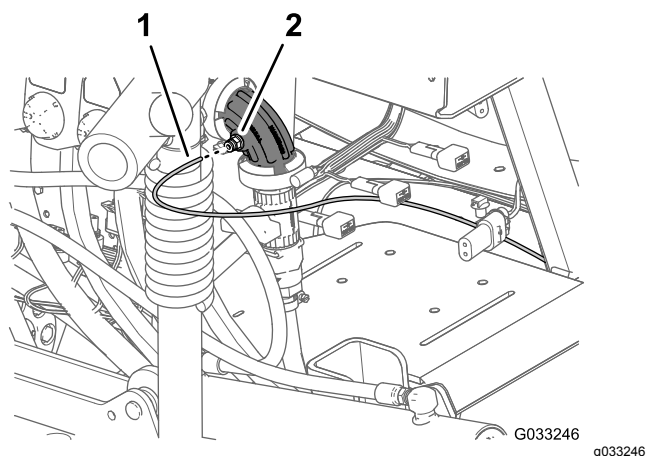
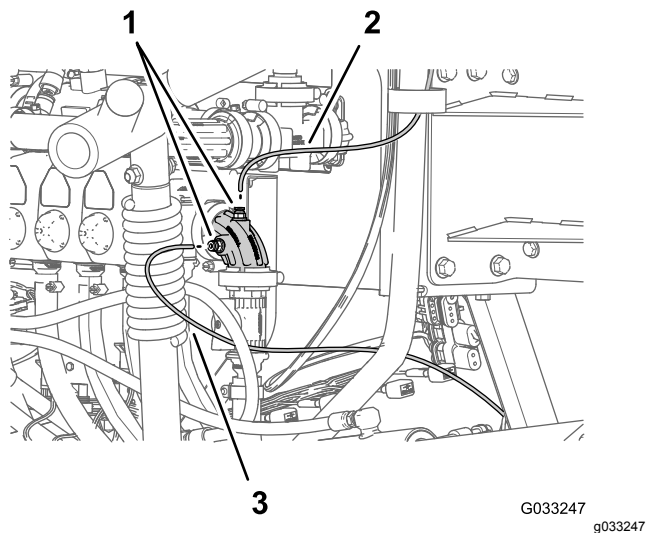

Figura 140
Figura 141
l'accoppiatore del tubo (Figura 140 e Figura 141).
2. Inserite il tubo di rilevamento nel collare di bloccaggio fino a quando il tubo non è completamente in sede (Figura 140 e Figura 141).